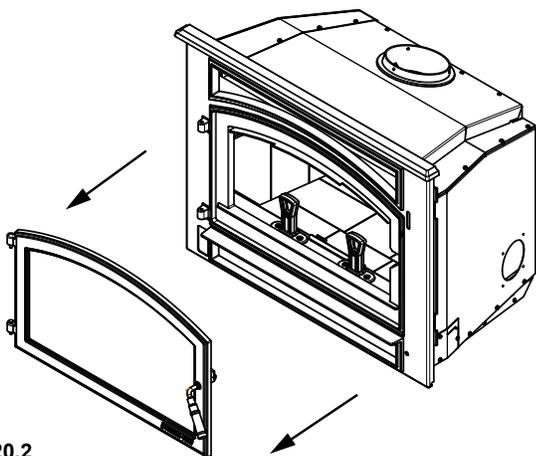

Figure 20.2
2. Retirez la porte en déverrouillant la poignée de l'avant et en soulevant la porte, mettez de côté en la déposant sur une surface de protection (**Figure 20.2**).
8. Réinstallez la façade en avant de l'appareil (**Figure 20.2 à la page 20**).
9. Réinstallez la porte à l'avant de l'appareil (**Figure 20.2 à la page 20**).